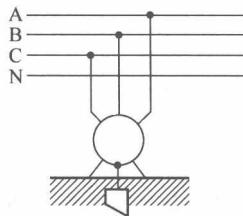

图 1-5 保护接地
(2) 保护接地 在无工作接地的系统中，可将电气设备的金属外壳、框架等用接地装置与大地可靠地连接，如图 1-5 所示。当设备某相绕组与机壳相碰，致使机壳带电时，若人